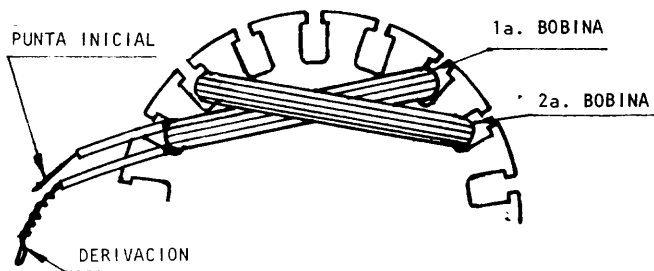

Fig.3
- d Arrolle el número de espiras correspondientes en las ranuras contiguas del lado derecho (fig.3).